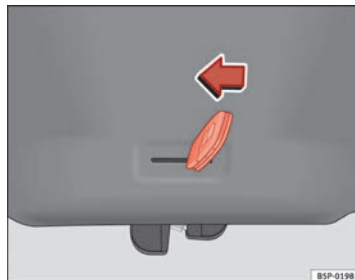

Abb. 68 Heckklappe:
- Den Schlüsselbart in den Schlitz stecken und das Verriegelungssystem entriegeln, indem der Schlüssel von rechts nach links in Richtung Pfeil bewegt wird ⇒ Abb. 68.